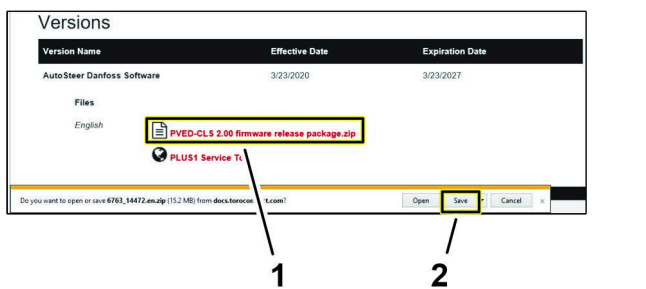

Figura 17
5. Na página Document Information (informações do documento), clique na hiperligação PVED-CLS 2.00 firmware release package.zip (Figura 17).
6. Clique no botão para guardar (Figura 17).